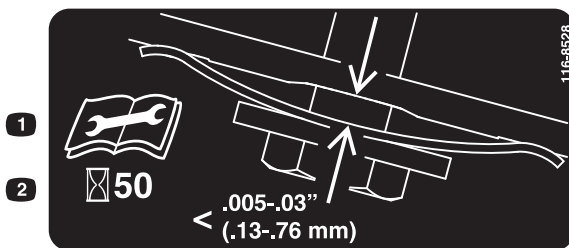

Figure 35
4. Placez une jauge d'épaisseur réglée entre 0,13 et 0,76 mm contre la paroi, et faites-la glisser vers le bas derrière le ressort de tension de la courroie ; voir Figure 35.